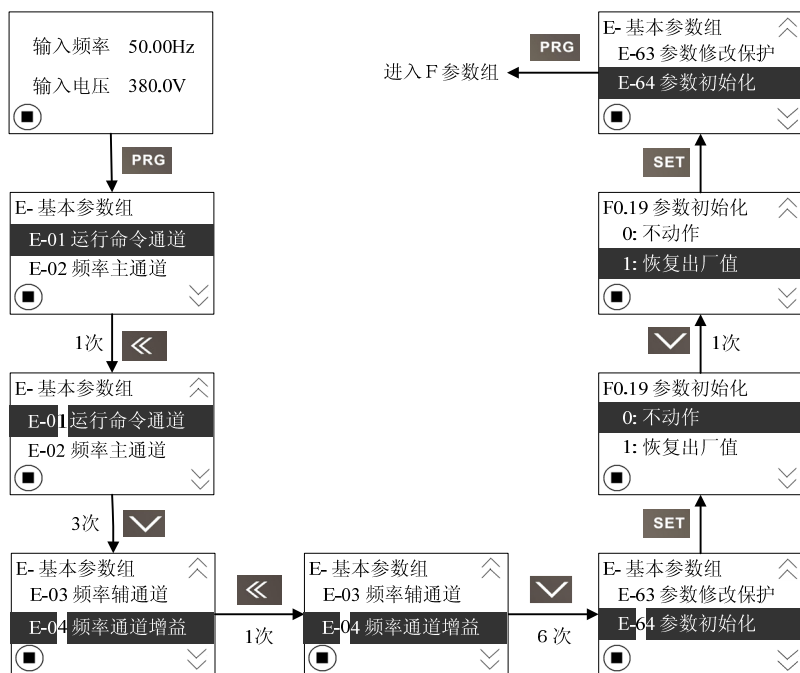

图 4-8: 换行操作界面流程
(1) 换行操作界面流程：以功能代码 E-64 下参数初始化设定为例来介绍，设定 E-64 参数值为 1，就能完成参数初始化，具体操作如图 4-8 所示。